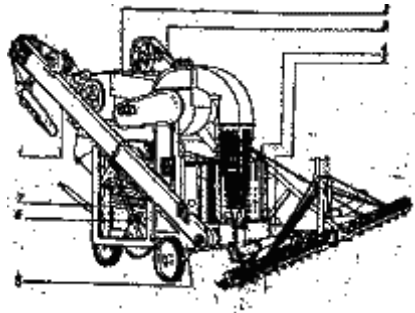

Рис. 1. Зерноочистительная машина:
Основные рабочие органы очистителя вороха самопередвижного (см. рис. 1): загрузочный транспортер, воздушно - очистительная часть, приемная камера, решетные станы, шнек фуражных отходов, отгрузочный транспортер — смонтированы на раме, установленной на обрешиненном колесном ходу.
4.8. Рама, ходовая часть. Все рабочие органы машины смонтированы на сварной раме 8 (рис. 1), установленной на трех обрезиненных колесах. Основой ее являются стойки — две передние и две задние, связанные между собой нижним поясом и верхними стяжками. К задним стойкам